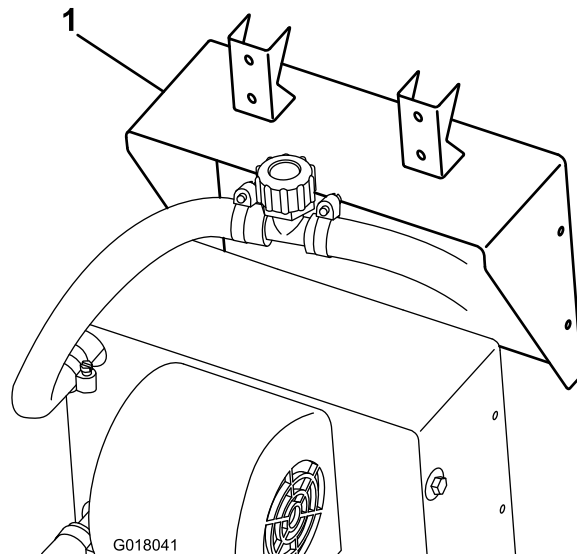

Figura 21
- Sujete el soporte al calentador usando los tornillos suministrados con el calentador (Figura 21).